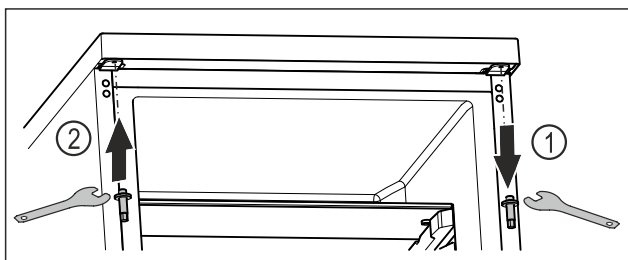

Fig. 23
- ▶ Desenroscar el perno superior con la llave Allen. Fig. 23 (1)
- ▶ Apretar el perno en el lado opuesto con la llave Allen. Fig. 23 (2)